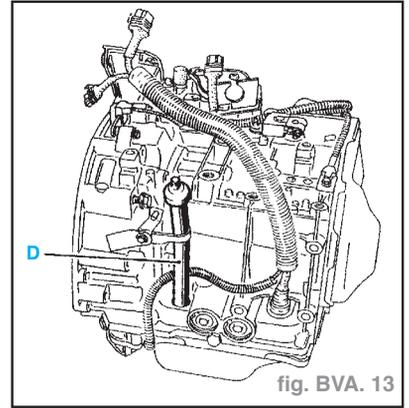

fig. BVA. 13
- Le remplissage s'effectue par le tube (D) (fig. BVA. 13).